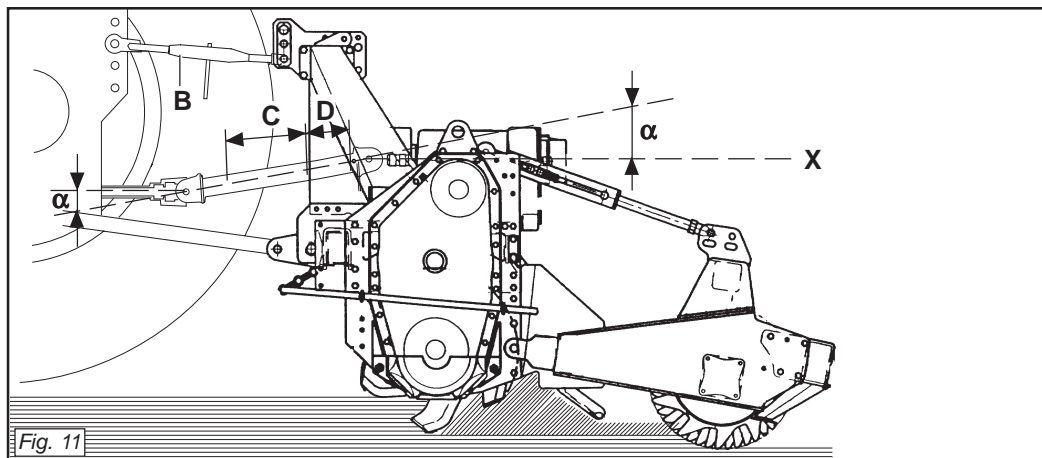
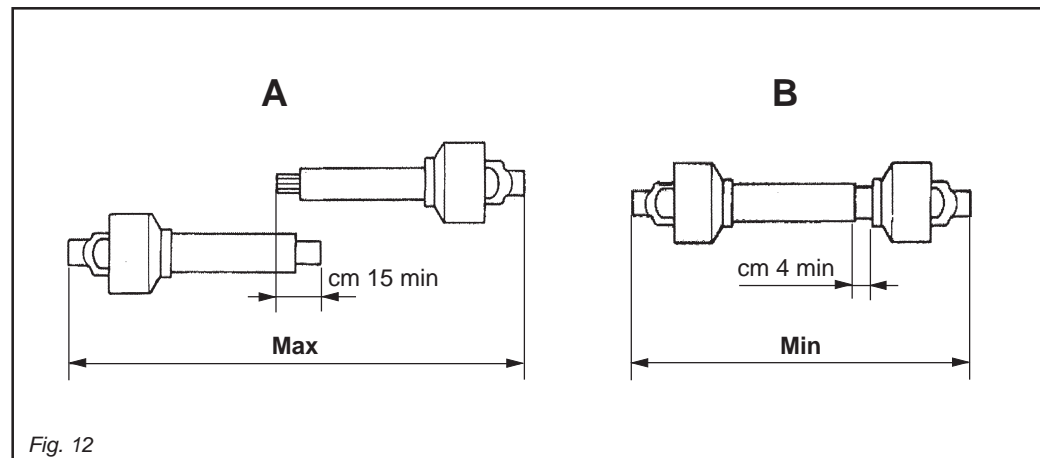

Fig. 11
Fig. 12
Per fare ciò aumentare o diminuire la lunghezza della barra superiore dell'attacco (B Fig. 11) in modo da portare l'asse (X Fig. 11) della ghiera scanalata della scatola parallela al suolo.
- I due angoli ( $\alpha$  Fig. 11) formati dalle assi delle forcelle e l'asse dei tubi scorrevoli saranno uguali e non dovranno superare i  $10^\circ$ .
- La copertura (C Fig. 11) dei tubi scorrevoli deve essere di 15 cm minimo (Fig. 12).
- I due tubi dell'albero di trasmissione a cardano non si devono ricoprire completamente, una corsa di sicurezza (D Fig. 11) di 4 cm minimo deve sussistere.
*To achieve this, increase or decrease the length of the top bar of the hitch (B Fig. 11) so as to set the axis (X Fig. 11) of the housing's grooved ring nut parallel to the ground.*
- *The two angles ( $\alpha$  Fig. 11) formed by the fork axes and the axis of the sliding tubes will be equal and must not exceed  $10^\circ$ .*
- *The sliding tubes (C Fig. 11) must overlap by at least 15 cm (Fig. 12).*
- *The two tubes of the driveline shaft must not fully overlap. There must always be a safety travel (D Fig. 11) of at least 4 cm.*
Um dies zu erhalten, die Länge der oberen Kupplungsstange (B Abb. 11) erhöhen oder verringern, bis die Achse (X Abb. 11) der Keilmutter des Gehäuses parallel zum Boden steht.
- Die beiden Winkel ( $\alpha$  Abb. 11), die aus den Achsen der Gabeln und der Achse der Gleitrohre bestehen, müssen gleich groß sein und dürfen auf keinen Fall größer als  $10^\circ$  sein.
- Die Überdeckung (C Abb. 11) der Gleitrohre muss mindestens 15 cm ausmachen (Abb. 12).
- Die beiden Rohre der Gelenkwelle dürfen sich nicht ganz überdecken. Es muss noch einen Sicherheitshub (D Abb. 11) von mindestens 4 cm geben.
*Pour obtenir cette condition augmenter ou diminuer la longueur de la barre supérieure de l'attelage (B Fig. 11) de manière à ce que l'axe (X Fig. 11) de la bague cannelée de la boîte soit parallèle au sol.*
- *Les deux angles ( $\alpha$  Fig. 11) formés par les axes des fourches et l'axe des tubes coulissants doivent être identiques et ne doivent pas dépasser  $10^\circ$ .*
- *La couverture (C Fig. 11) des tubes coulissants doit être au minimum de 15 mm (Fig. 12).*
- *Les deux tubes de l'arbre de transmission à cardans ne doivent pas se recouvrir complètement, il doit rester une course de sécurité (D Fig. 11) de 4 cm au minimum.*
Para ello aumentar o disminuir la longitud de la barra superior del enganche (B Fig. 11) en modo de llevar el eje (X Fig. 11) de la tuerca ranurada de la caja paralela al terreno.
- Los dos ángulos ( $\alpha$  Fig. 11) formados por los ejes de las horquillas y el eje de los tubos corredizos serán iguales y deberán superar los  $10^\circ$ .
- La cobertura (C Fig. 11) de los tubos corredizos debe ser como mínimo de 15 cm (Fig. 12).
- Los dos tubos del árbol de transmisión de cardán no se deben cubrir completamente, debe quedar una carrera de seguridad (D Fig. 11) de 4 cm como mínimo.
- Gli angoli ( $\alpha$  Fig. 11) dei cardani non devono essere superiori a 40° (Fig. 11). Se non si raggiungono questi due risultati:
Quando esso è inserito al massimo, il gioco minimo consentito deve essere di 4 cm. (Fig. 12).
- The angles ( $\alpha$  Fig. 11) of the drivelines must not exceed 40° (Fig. 11).
When fully inserted, the minimum play must be 4 cm. (Fig. 12).